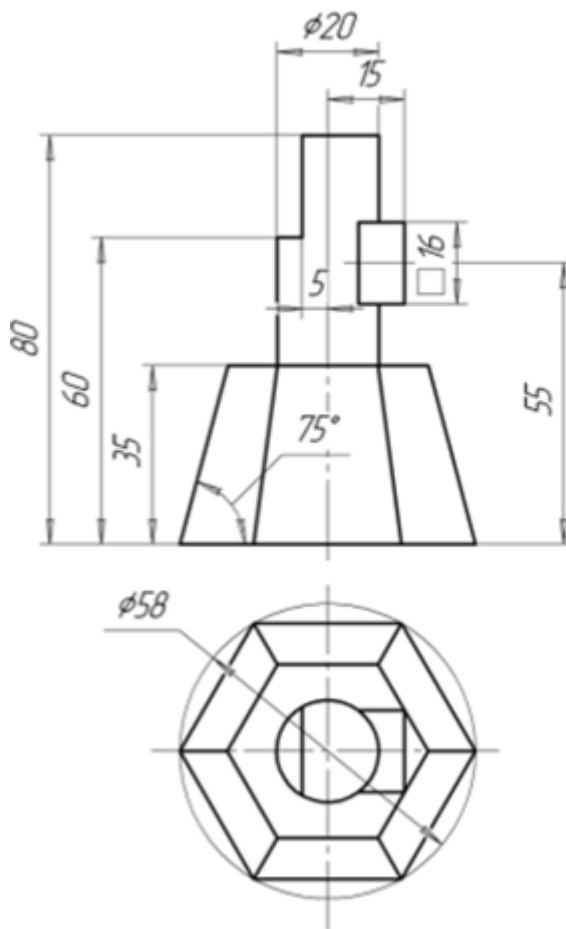

Рисунок 7.1 -Модель
Исходные данные для построения модели приведены на рис. 7.1.
- 1.2. Начинаем процесс формообразования с пирамиды детали. Начало координат располагаем в нижнем основании пирамиды (рис. 7.1). Плоскость основания совмещаем с плоскостью *ZX* и выделяем ее в *Дереве модели*.